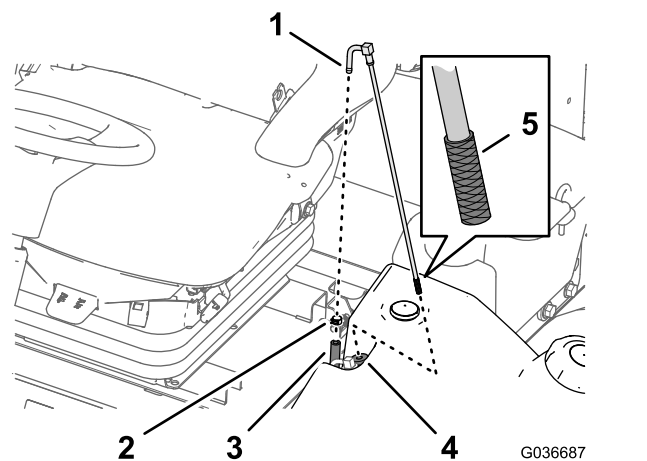

图 58
1. 取下将供油软管固定至燃油集油管接头的软管夹图 58。
2. 从接头上分开软管图 58。
3. 将燃油集油管从油箱中提起图 58。
4. 清洁燃油集油管端部滤网上的任何杂物图 58。
5. 先将燃油集油管插入橡胶轴套然后再插入油箱图 58。